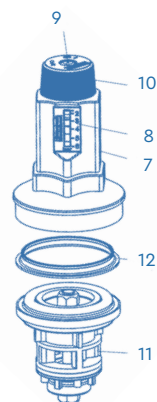

fig. 4 – Trykreguleringsenhed kun i E1 NEU HWS
- Drøveventil (kun E1 NEU HWS fig.4) består af:**